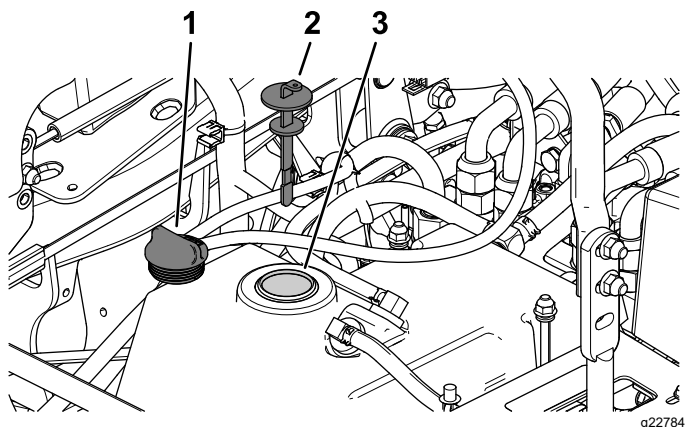

Figure 66
5. Remettez le bouchon du réservoir hydraulique (Figure 66).
6. Retirez la jauge et essuyez-la sur un chiffon propre (Figure 66).